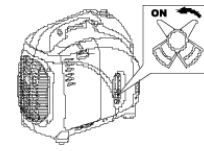

Рис. 15
- б) Переведите топливный кран в положение «ON» (Рис. 15).